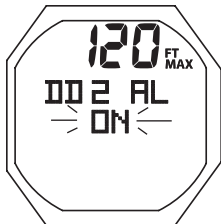

Fig. 132A - SET DD2 AL
**Set DD2 Alarm\*\***, information includes (Fig. 132A):